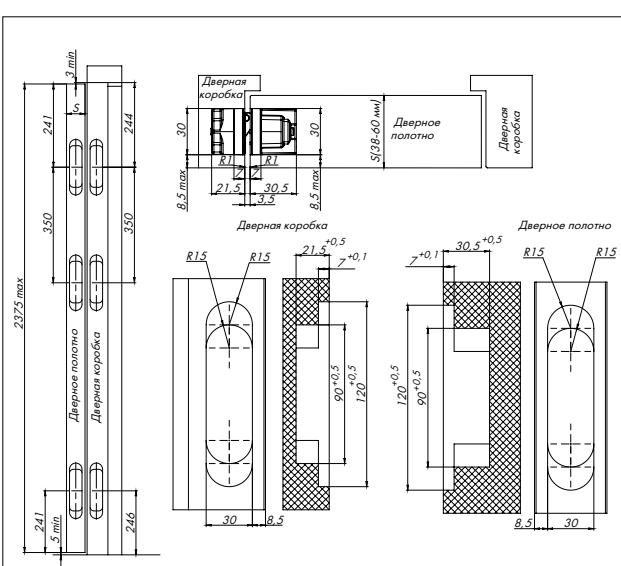

Рис. 2 – Размеры пазов под петли
1. Определить количество устанавливаемых петель исходя из массы дверного полотна и наличия доводчика и/или дверного упора. Отфрезеровать установочные пазы под петли в дверном полотне и в дверной коробке (рис. 2).